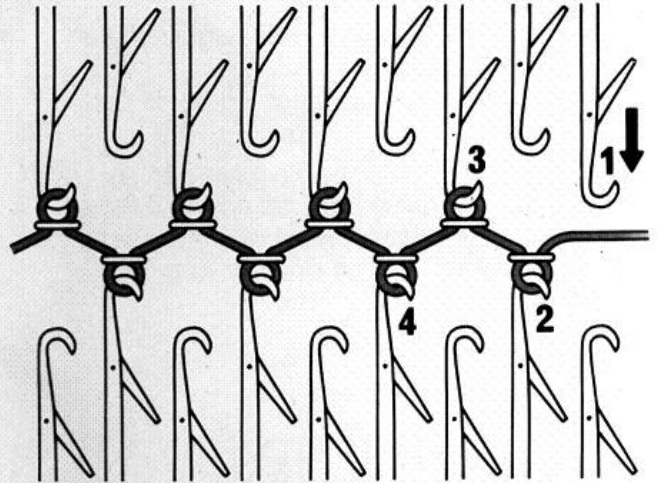

Fig. 52
- Avancer une aiguille (1) en position B (fig. 52).